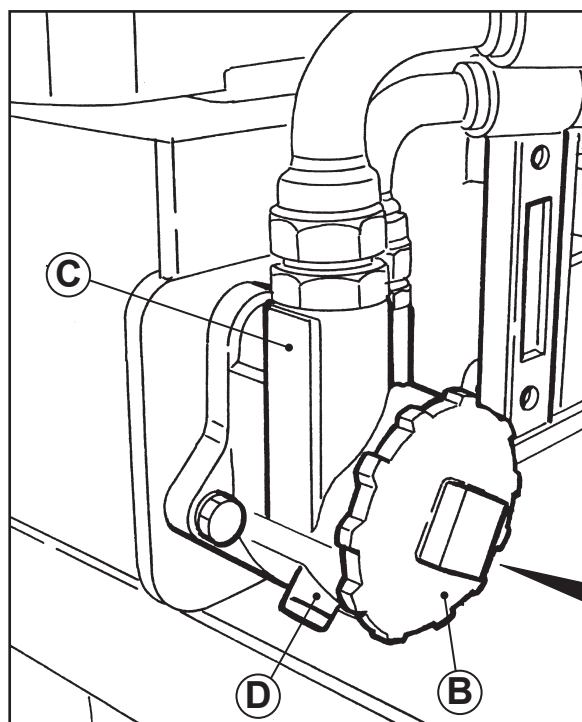

Fig. 1
- Ad ogni sostituzione dell'olio idraulico, si dovrà sostituire anche il filtro (A).
ATTENZIONE! Prima di svitare il tappo (B) scaricare l'olio rimasto all'interno del corpo filtro (C) togliendo il relativo tappo (D), questo per evitare lo spargimento d'olio sulla macchina (solo se il corpo filtro (C) si presentasse verticalmente come in Fig. 1).
ATTENTION! Before loosening the cap (B), drain the exhaust oil inside the filter unit (C), removing the relative cap (D) to prevent oil from leaking inside the machine (only if the filter body (C) is in vertical position like Fig. 1).
ATTENTION! Avant de dévisser le bouchon (B), évacuer l'huile restée à l'intérieur du corps du filtre (C) en enlevant le bouchon correspondant (D), ceci pour éviter que de l'huile soit renversée sur la machine (uniquement si le corps du filtre (C) apparaît verticalement comme dans la figure 1).
- En cada sustitución del aceite hidráulico, se deberá sustituir también el filtro (A).
¡ATENCIÓN! Antes de desenroscar la tapa (B) descargar el aceite que quedó en el interior del cuerpo del filtro (C) retirando la tapa correspondiente (D), esto último para evitar el derramamiento de aceite sobre la máquina (sólo si el cuerpo del filtro (C) aparece verticalmente como en la Fig. 1).